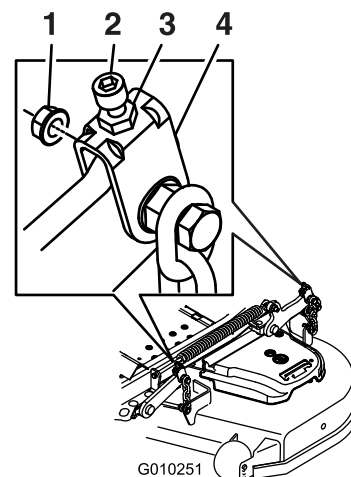

Figure 87
10. Le cas échéant, desserrez l'écrou Whizlock sur le côté de la chape et l'écrou de blocage sur le dessus. Ajustez précisément la vis de réglage en la tournant jusqu'à obtention d'une hauteur de 7,6 mm (3 po) (voir Figure 87).
16. Ajustez précisément la vis de réglage en la tournant jusqu'à obtention d'une hauteur de 8,3 mm (3-1/4 po) (Figure 87).